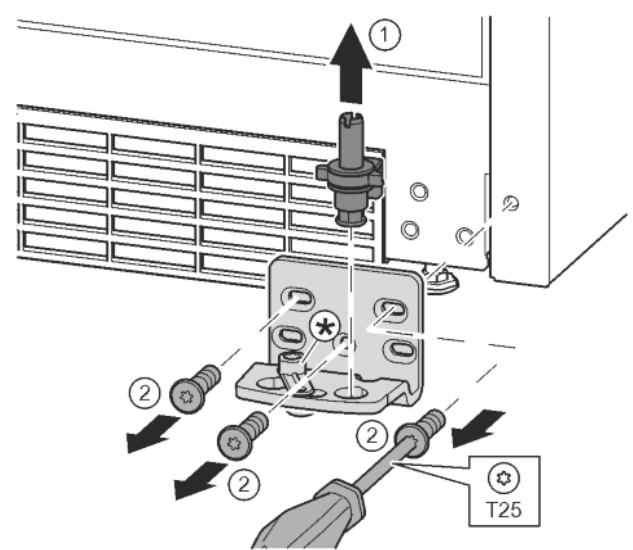

Fig. 12
- ▶ Ložiskový čap vyťahnite úplne nahor. Fig. 12 (1)
- ▶ Skrutky vyskrutkujte skrutkovačom T25 a odnímate ložiskovú konzolu. Fig. 12 (2)